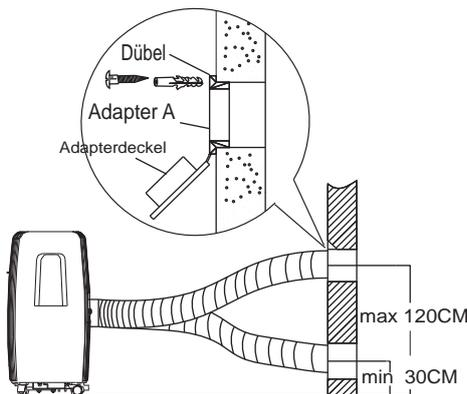

Abb. 19
1. Bereiten Sie die Bohrung in der Wand. Montieren Sie den Abluftadapter A an der Wandaußenseite mit den 4 Dübeln und Holzschrauben. Schrauben Sie den Adapter fest (Abb. 19).